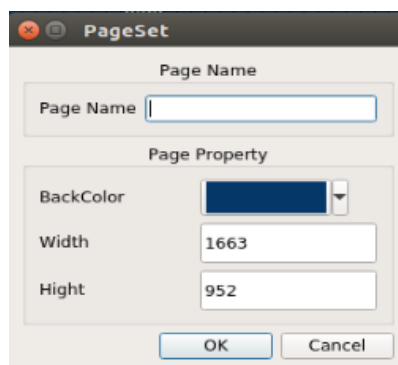

Рис. 4.4-1 Параметры страницы
- 1) Щелкнуть меню "File" (Файл). Выбрать , после чего появится окно, как показано на Рис. 4.4-1.